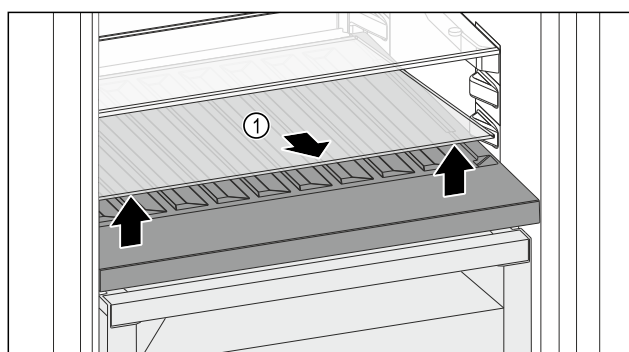

Fig. 165
- Skleněnou desku Fig. 165 (1) zvedněte za vybrání vpředu a vyjmete ji.
- Skleněnou desku Fig. 165 (1) uložte bezpečně mimo spotřebič.
- Skleněnou desku (2) vložte pod variabilní přihrádku na láhve.